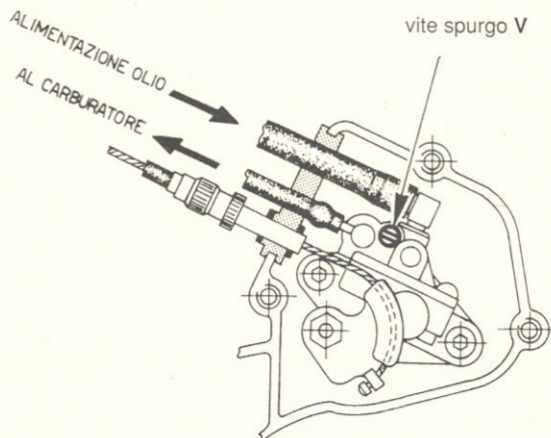

Fig. 5 (spurgo olio miscelatore)
- Svitare e togliere la vite di spurgo posta sulla pompa (Fig. 5 Rif. V).